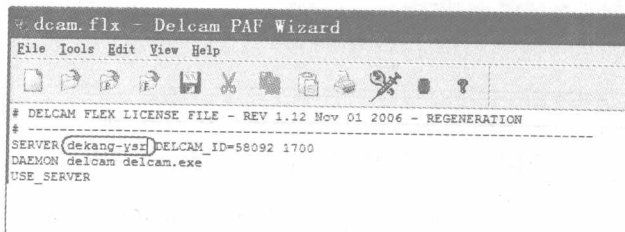

图 1-20 客户机上的 dcam.flx 文件格式
① 将服务主机上的 dcam.flx 授权文件打开, 如图 1-20 所示, 将文件内 USE_SERVER 一行的所有字符内容删除并保存。注意“SERVER”行主机名称与服务主机上的主机名称保持一致。